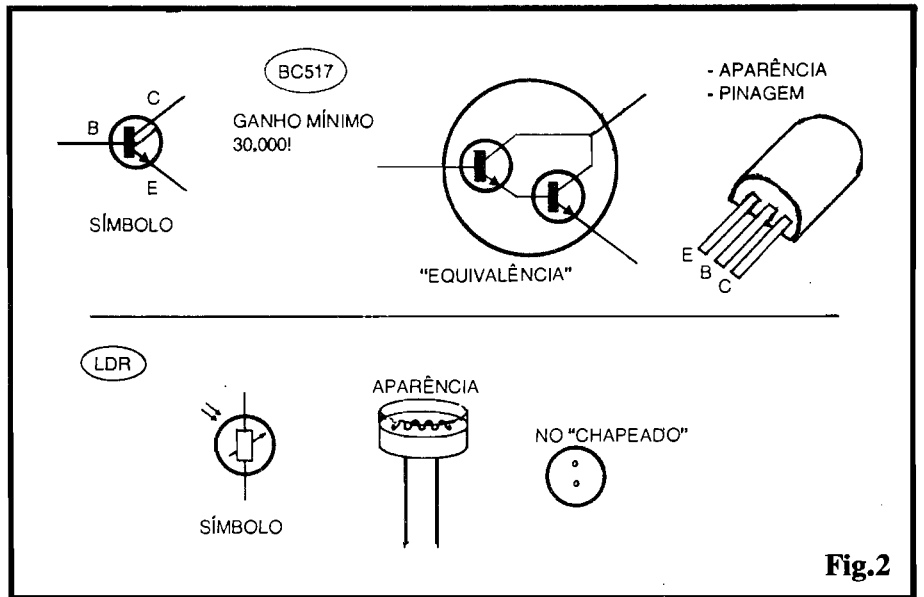

Fig.2
- FIG. 2 - ALGUNS DOS COMPONENTES PRINCIPAIS... - O transistor (que parece um "BC" comum, mas é "mais" do que isso...) BC517, e o LDR "padrão", são vistos em detalhes, na figura, que mostra as aparências, pinagens, "equivalências" e símbolos dos ditos componentes... Quanto ao BC517, observar que, embora "por faro" nada difira de um BC comum, contém, na verdade, dois transistores internos em configuração de super-ganho (Darlington), deixando externamente acessíveis apenas os três terminais convencionais (base,